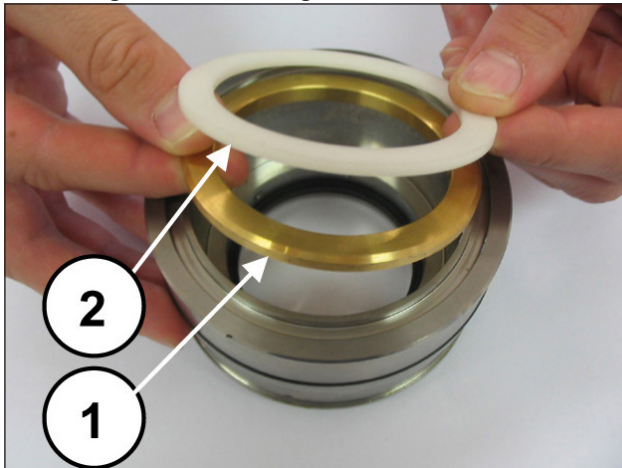
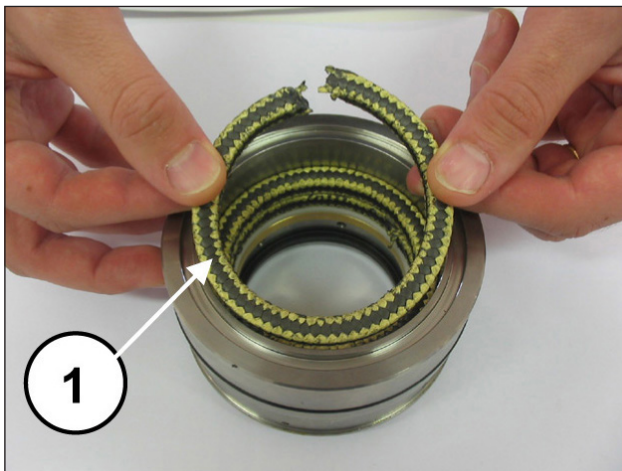
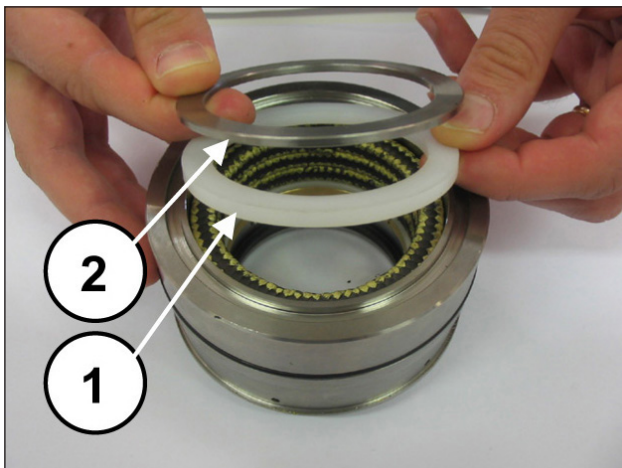

Abb. 153
Abb. 154
Abb. 155
Montieren Sie den Lagerring und den Stützring (Pos. ①②, Abb. 153) sowie die 3 KC-Dichtringe. Achten Sie darauf, dass die Schlitz in einem Winkel von 120° zueinander ausgerichtet sind (Pos. ①, Abb. 154). Montieren Sie ebenfalls den Abstreifring und den Federring (Pos. ①②, Abb. 155)